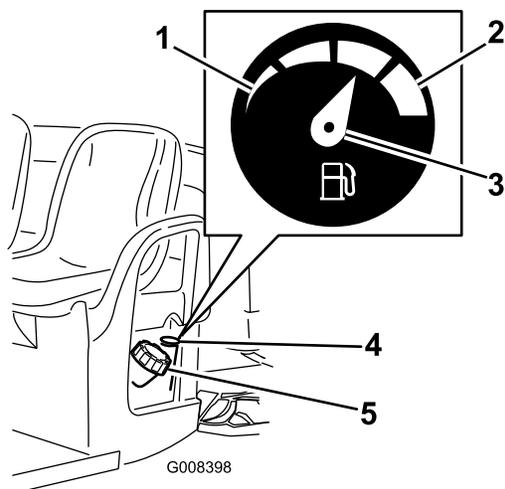

図 13
4. 燃料タンクのキャップ  図 13 の周囲をきれいに拭く。